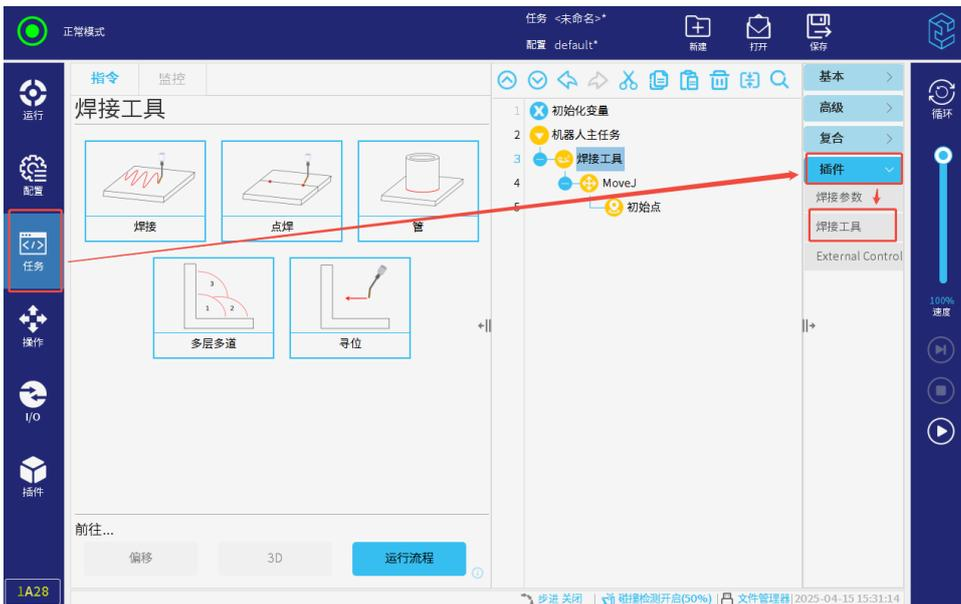

图 3-4: 焊接工具节点
1. 点击【任务】 - 【插件】 - 【焊接工具】，生成焊接工具节点，如图 3-4所示；